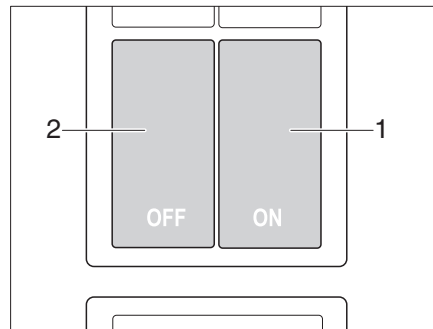

Fig. 119 Interruttore per la chiusura centralizzata del blocco cucina
Il blocco cucina è dotato di una chiusura centralizzata. Gli sportelli e i cassetti del blocco cucina possono essere bloccati e sbloccati manualmente con l'interruttore (Fig. 119).
- Bloccaggio* ■ Premere l'interruttore ON (Fig. 119,1). Gli sportelli e i cassetti del blocco cucina sono bloccati.
- Sbloccaggio* ■ Premere l'interruttore OFF (Fig. 119,2). Gli sportelli e i cassetti del blocco cucina sono sbloccati.